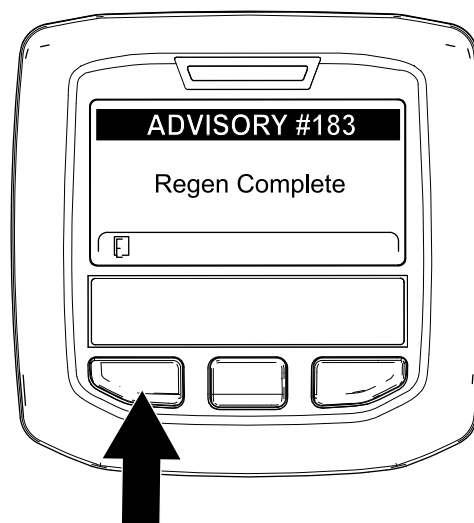

Figura 63
9. Quando o computador do motor conclui uma regeneração em estacionamento ou de recuperação, o InfoCenter apresenta o AVISO N.º 183 (Figura 63). Prima o botão esquerdo para sair para o ecrã inicial.